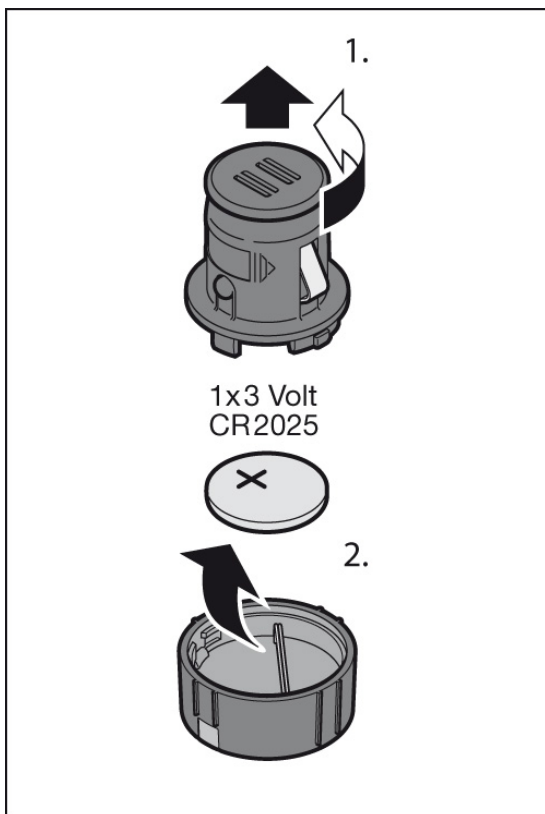

Fig. 3
3.1 Batterie wechseln/einlegen (Fig. 3)